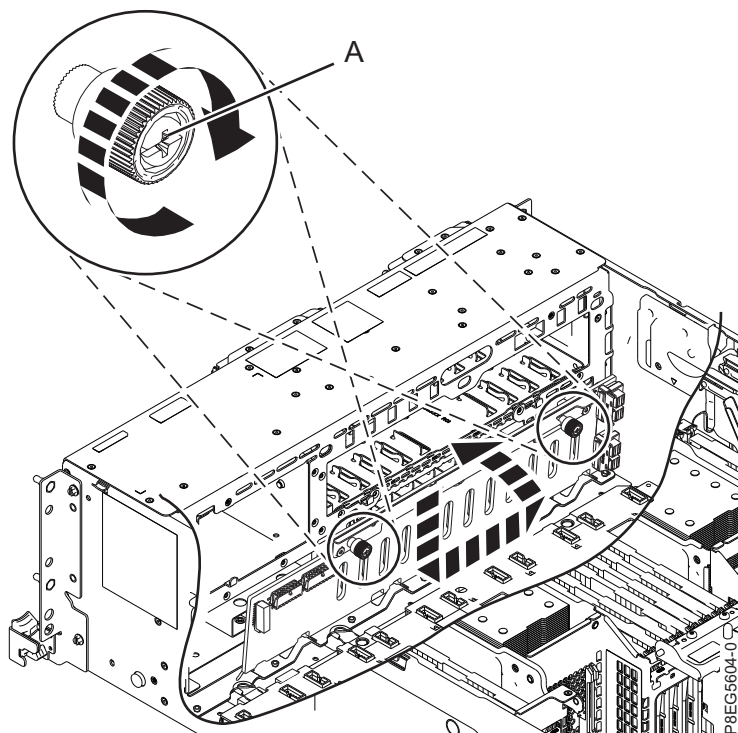

Figura 6. Substituindo o painel traseiro da unidade de disco
3. Usando a base na parte superior do painel traseiro da unidade de disco e voltado para a frente do sistema, substitua o painel traseiro. Incline-o para a parte traseira e abaixe-o no chassi. Alinhe os recortes do painel traseiro com as guias no chassi para inseri-lo no sistema. Deslize o painel traseiro para o lado, conforme é mostrado na Figura 6 na página 8.
4. Aperte cuidadosamente os parafusos de aperto manual (A) até que cada um esteja preso ao chassi do sistema.